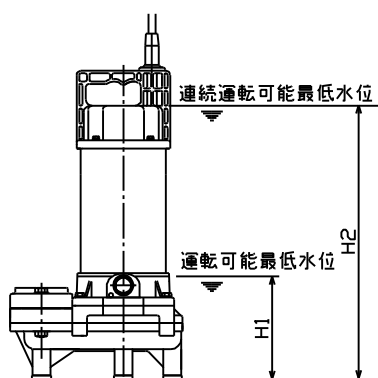

図5
- (9) 運転可能水位を図5に示します。
- (10) 自動形ポンプ(DWVA 型)は図5の通りにフロート位置を設定してください。なお、フロートスイッチが水槽の壁面や配管などに接触すると、フロートが動かなくなり、ポンプが始動しない事がありますので障害物から離してください。